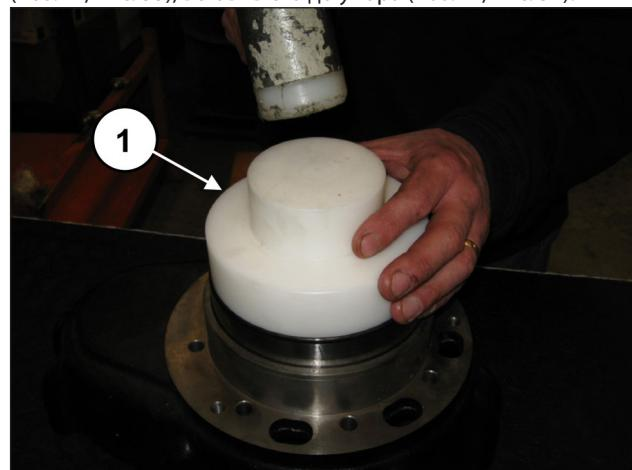
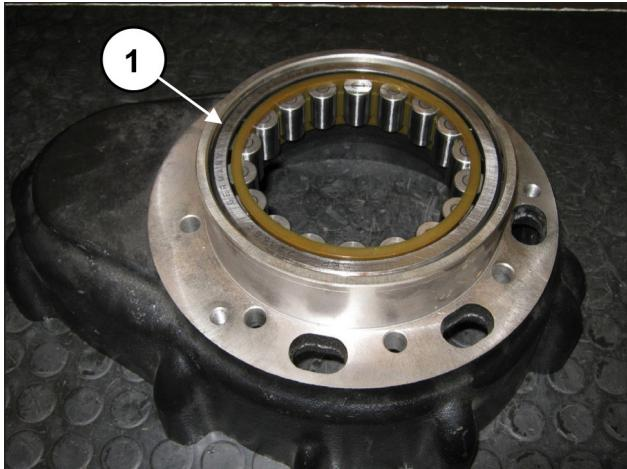

Рис. 53
Рис. 54
С противоположной стороны корпуса редуктора предварительно установите внешнее кольцо подшипника коленчатого вала с помощью инструмента арт. 27605000 (поз. ①, Рис. 53), вставив его до упора (поз. ①, Рис. 54).